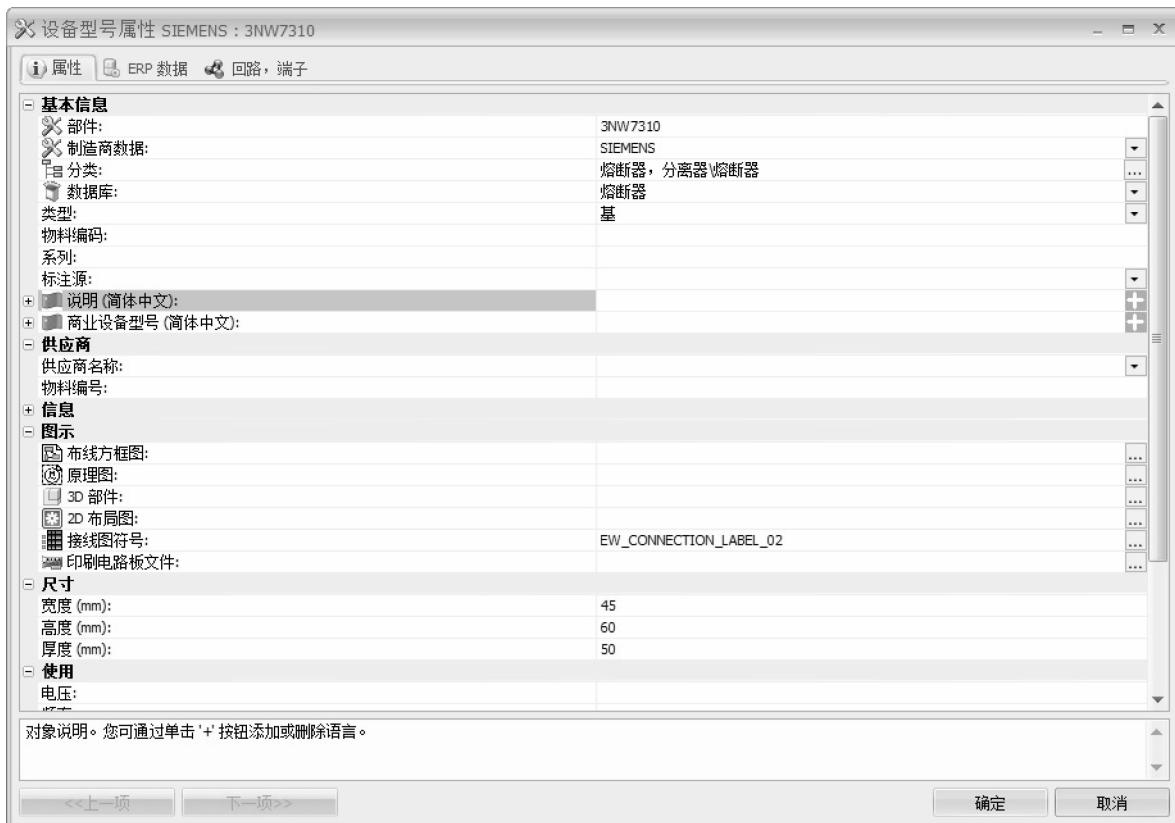

图 3-23 改变设备型号属性
**步骤 2 关联设备型号到数据库** 打开【设备型号管理器】，查找 SIEMENS 3NW7310。改变设备属性，关联到数据库【熔断器】，添加尺寸信息，如图 3-23 所示。